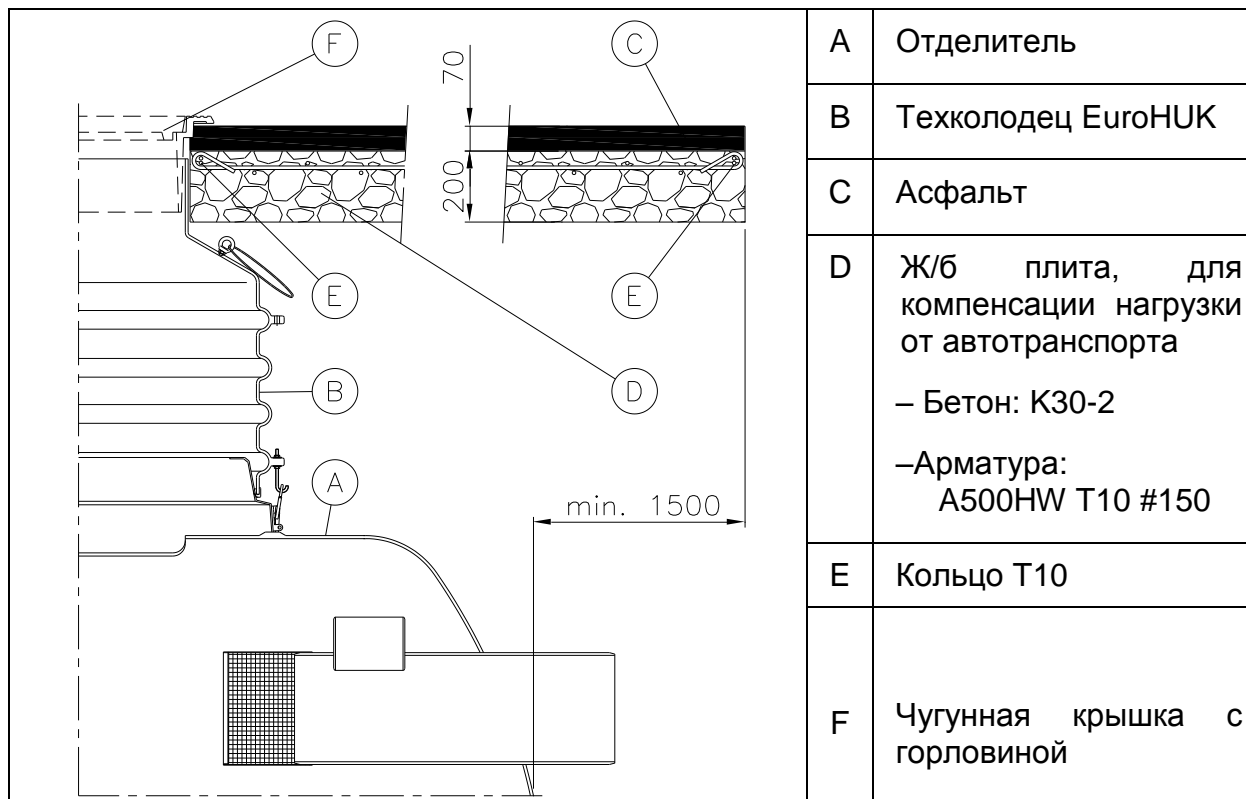

Рис. 7. Структура ж/б плиты .
12. При установке системы в местах движения тяжелого и среднего автотранспорта, для компенсации нагрузки, установите ж/б плиту и проложите асфальт (см. Рис. 7)